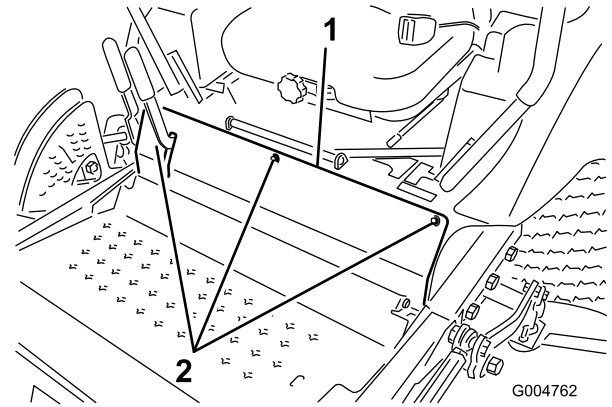

図 59
2. 前パネルを止めているボルトを外して前パネルを外す(図 59)。